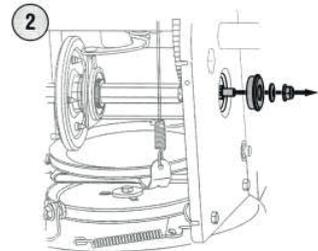
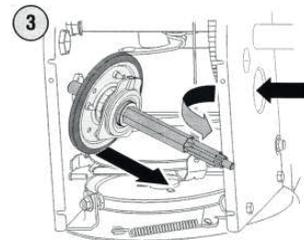

Рисунок 37
Рисунок 38
3. Осторожно снимите шестигранную гайку и шайбу, См. рисунок 37, фиксирующую шестигранный вал к раме снегоуборочной машины и слегка стукните по концу вала, чтобы выпал шариковый подшипник с правой стороны рамы. См. рис. 38.
ПРИМЕЧАНИЕ: Если вы меняете полностью фрикционное колесо, то снимите его и установите новое на шестигранный вал, если фрикционное колесо в исправном состоянии, то замените только резиновое уплотнительное кольцо, действуя, как показано на рис. 38.